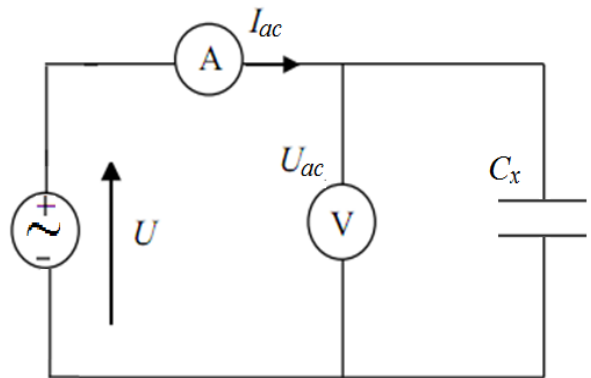

Figure 6. Méthode Volt-Ampèremétrique
- Réaliser le montage correspondant ; fig.6
- Utiliser l'alimentation alternative (U) de 6V